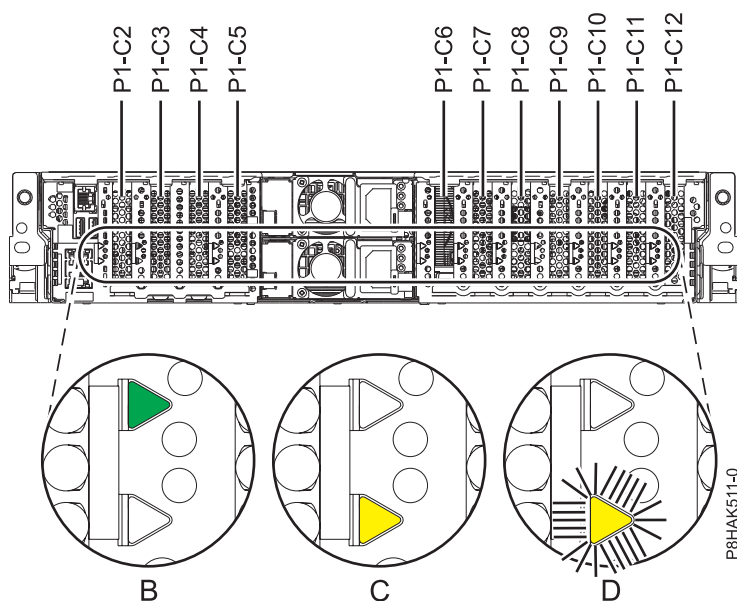

Figura 13. Localizações de ranhuras de adaptadores PCIe e localizações de LEDs no sistema 5148-21L, 5148-22L, 8247-21L, 8247-22L, 8284-21A ou 8284-22A
1. A Familiarize-se com a localização das ranhuras de adaptador PCIe e indicadores de assistência para o adaptador PCIe no qual pretende prestar assistência. Os adaptadores PCIe estão instalados na parte posterior do sistema. A Figura 13 na página 25 apresenta as localizações dos adaptadores PCIe num sistema 5148-21L, 5148-22L, 8247-21L, 8247-22L, 8284-21A ou 8284-22A e as localizações dos díodos emissores de luz (LEDs) para o adaptador PCIe.